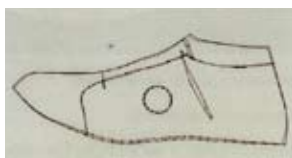

Рис. 14
- Нажмите кнопку окно **2D/3D** для переключения вида из 2D в 3D: . Эта операция показывает выравнивание в дизайне 2D (*рис. 14*).